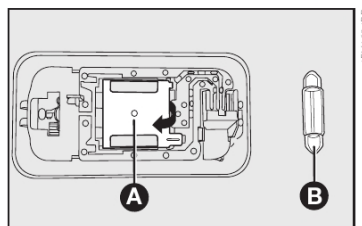

fig. 51
- Abrir a tampa **A-fig. 51**, com auxílio de uma chave de fenda, no sentido indicado pela seta;
- Retirar a lâmpada **B-fig. 51** e substituí-la;